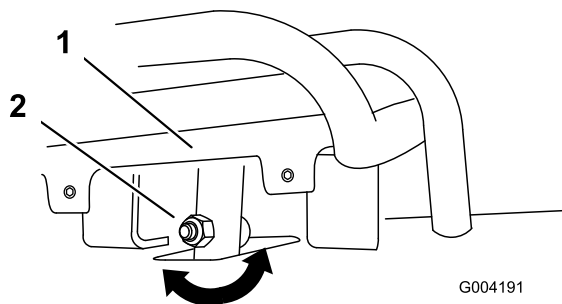
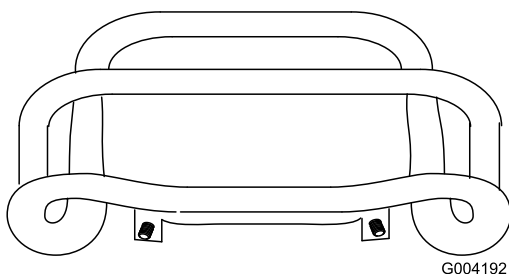

Figure 53
Figure 54
4. Si l'avant de la commande de déplacement n'est pas d'équerre et de niveau avec la barre de référence, desserrez l'écrou et le boulon à embase de la tige de la commande de déplacement (Figure 53).
5. Réglez la commande de déplacement de sorte qu'elle soit de niveau et en appui contre la barre de référence lorsqu'elle est tirée tout droit en arrière (Figure 53 et Figure 54).